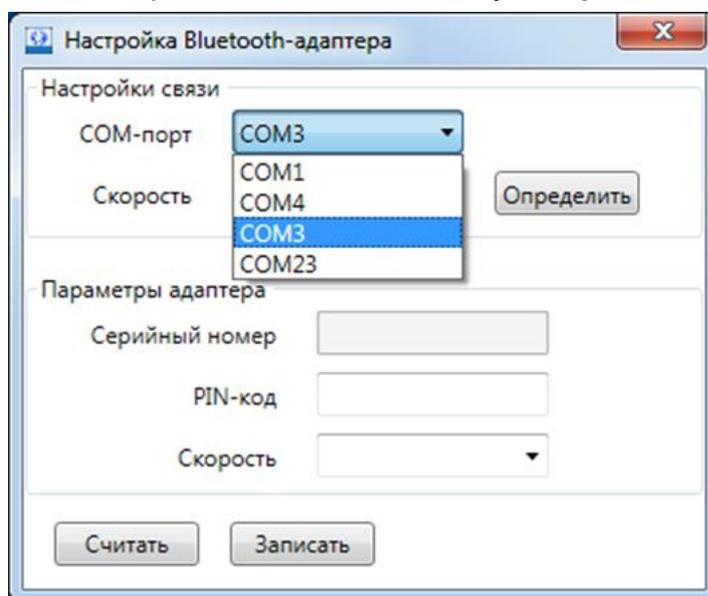

Рис.4. Выбор COM-порта для связи с адаптером.
- 3.3.5. Выберите «**COM порт**», соответствующий номеру порта USB-COM моста адаптера ПК и нажмите кнопку «**Определить**» (рис.4):